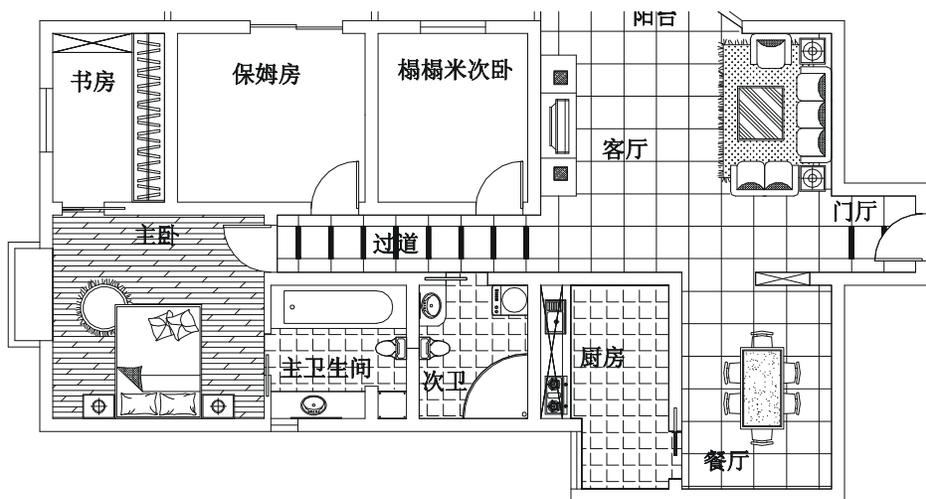

图 6-1-67
**STEP 04** 参照前面绘制厨房吊柜，使用偏移命令 OFFSET 和绘制直线命令 LINE 绘制书柜的平面图如图 6-1-67 所示。